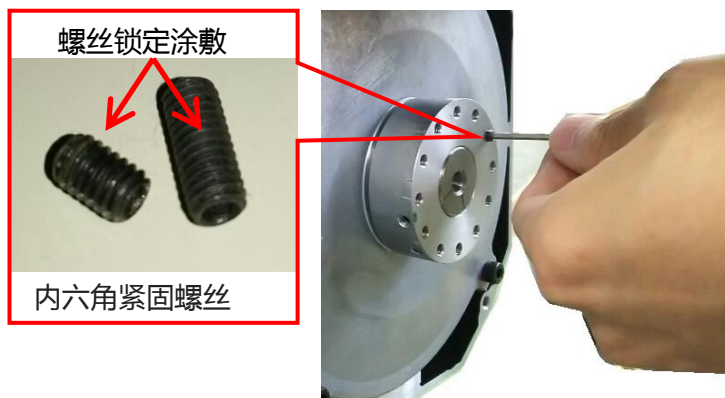

图 3.内六角紧固螺丝的安装
- ①为了防止电机旋转时的振动造成内六角紧固螺丝的松弛·脱落，我们对内六角紧固螺丝进行了螺丝锁定涂敷等防止螺丝松弛的措施。(参照图 3)